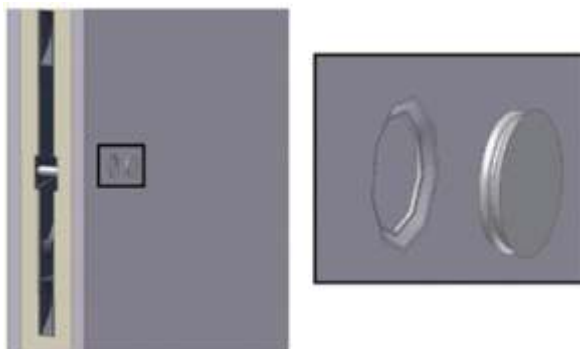

Fig. 5
- Após a fixação de todos os fechos, colocar tampas nos furos (Fig. 5).